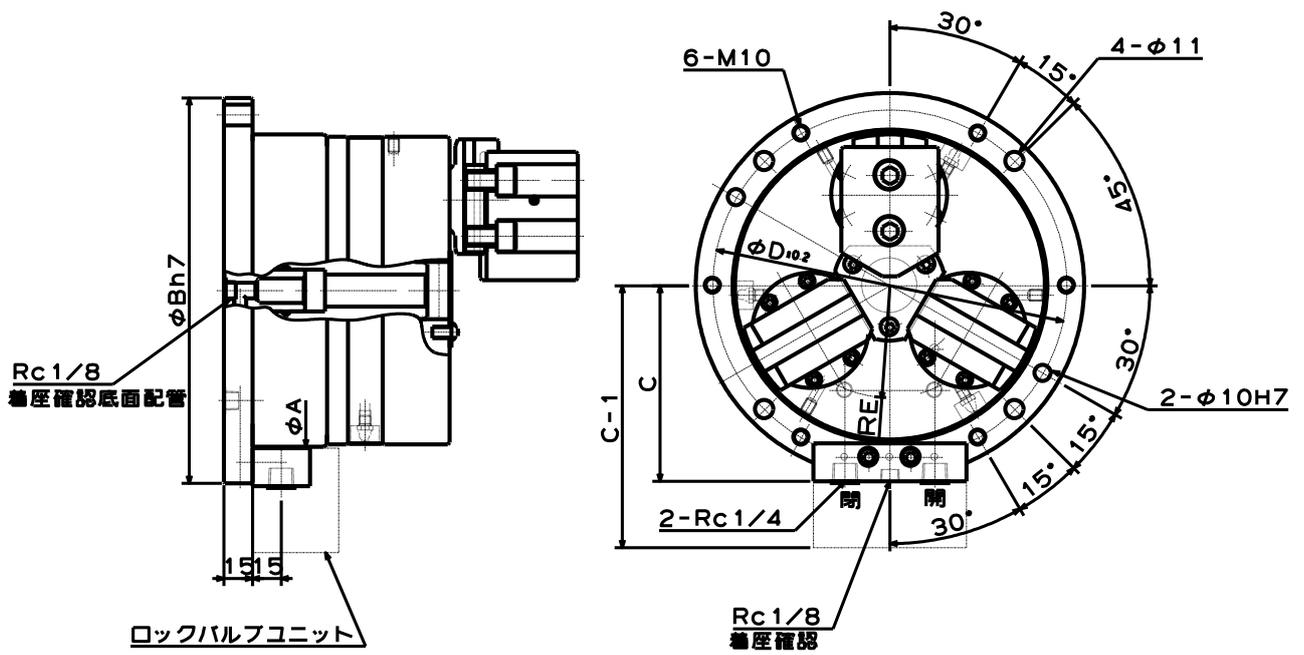

図 8-5
- ・ ブロック部またはワークグリッパ底面のエア供給ポートに配管してください。使用しない側のポートは埋栓してください。(図 8-5 参照)